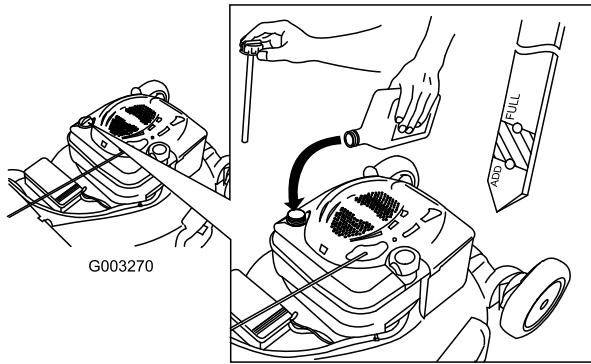

Рисунок 12
1. Выньте щуп для измерения уровня, вытрите его, и затем вставьте на полную глубину (Рисунок 12).
2. Выньте щуп и проверьте уровень масла (Рисунок 12). Если уровень масла находится ниже отметки Add (Добавить) на щупе, аккуратно залейте в отверстие горловины ровно столько масла, чтобы его уровень поднялся до отметки Full (Полный) на щупе. **Не допускайте переполнения картера.** Макс. объем масла: 20 унций. (0,59 л), тип: автомобильное моющее масло (SAE 30), имеющее классификацию API: SF, SG, SH, SJ, SL и выше.